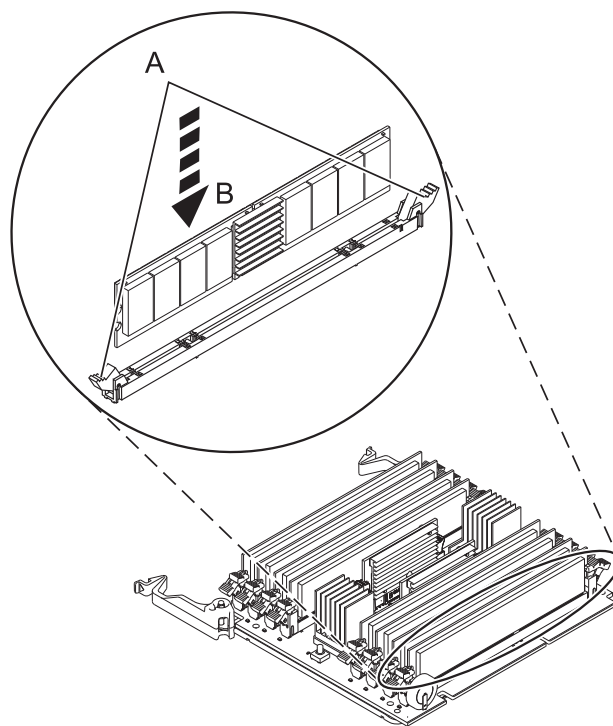

図 13. メモリー・モジュールの取り替え
13. 新しいメモリー・モジュールを取り付ける前に、図 13 に示すように、コネクタ・ロッキング・タブ (A) を押して開き、ロック解除位置にしてあることを確認します。
14. メモリー・モジュール (B) の端を慎重につかみ、コネクタの位置に合わせます。